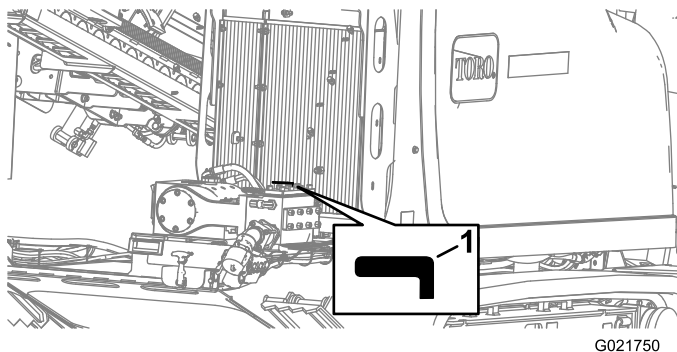

Figura 156
- Gire la válvula del fluido de perforación en sentido horario a la posición de Cerrado (Figura 156).